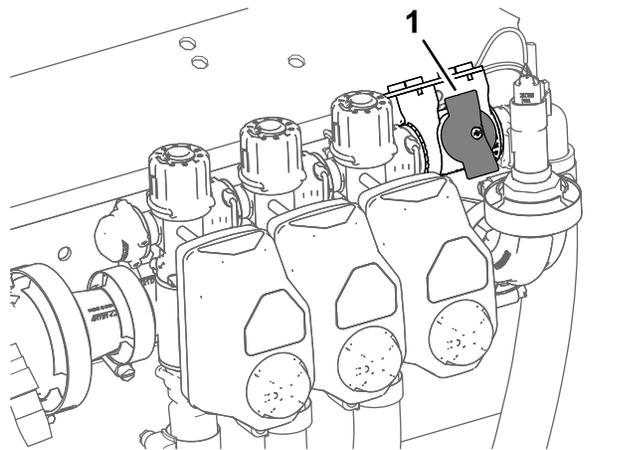

Figura 34
4. Para máquinas que se utilizan en el Modo de caudal de aplicación, asegúrese de que el mando de la válvula de cierre del circuito de desvío está en la posición de cerrado (Figura 34).
5. Para máquinas que se utilizan en el Modo de caudal de aplicación, asegúrese de que la válvula de cierre del circuito de desvío está cerrada (Figura 34).